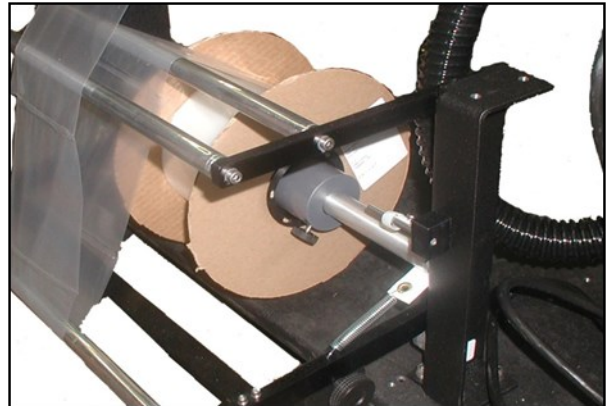

Abb. 2-3B. Kernhalter und Abwickelwelle.
2. Stecken Sie die Folienrolle auf die Welle mit einem Kernhalter auf jeder Seite der Rolle. **Abb. 2-3B.**
5. Platzieren Sie die Rollenwelle so auf dem Befestigungsständer, dass die Beutelöffnung nach hinten zeigt. Platzieren Sie die Rollenwelle in den Befestigungsständer auf der Seite des Bremsbands (mit der verbundenen Bremsfeder) und anschließend in den anderen Befestigungsständer. **Abb. 2-3B.**